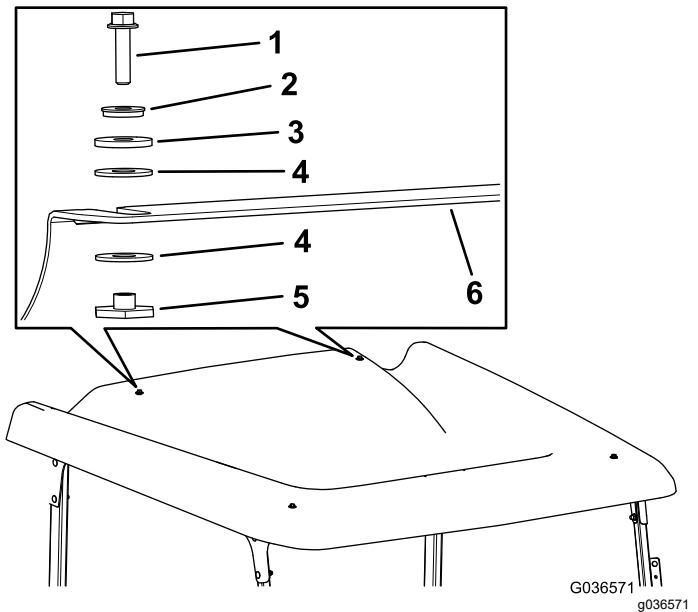

Figura 65
2. Instale el toldo en el enlace transversal trasero con 2 pernos hexagonales con arandela prensada (1/4" x 1"), 2 arandelas sellantes, 2 arandelas de fricción, 4 arandelas de plástico y 2 casquillos con brida (Figura 65).